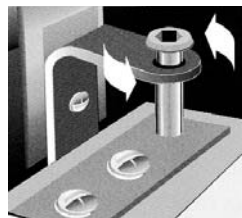

Fig. 6
- La porte est dorénavant libérée. En la soulevant elle sera dégonflée. (Fig. 6)